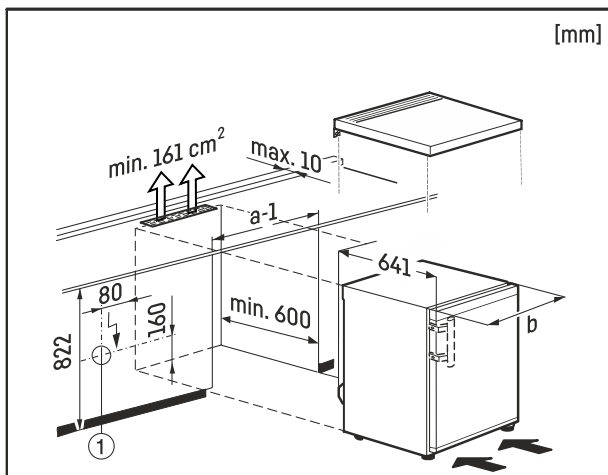

Fig. 9
Zásuvka Fig. 9 (1) musí být na dostupném místě mimo zadní stranu spotřebiče.